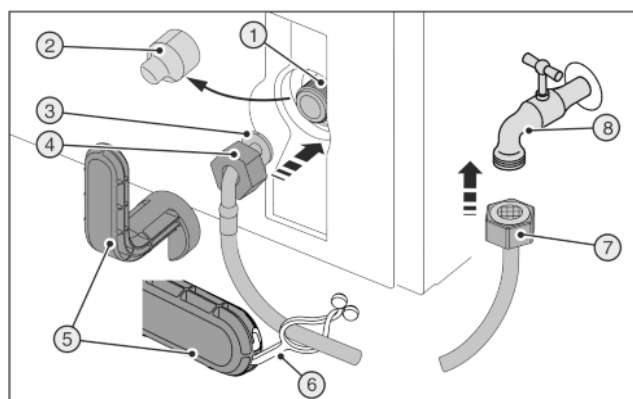
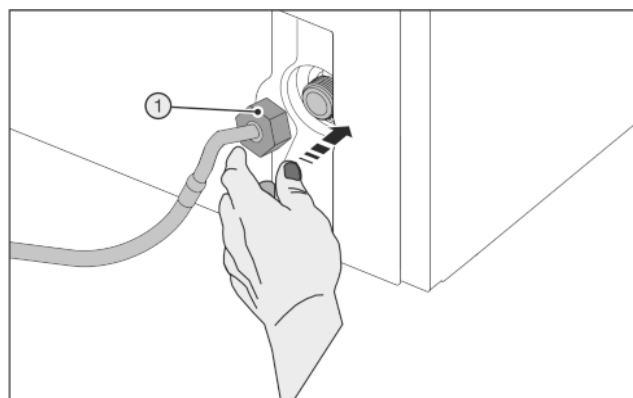

Fig. 28
Fig. 29
Zlomený pomocný nástroj Fig. 28 (5)!
- ▶ Používejte pomocné nástroje Fig. 28 (5) výhradně při pokojové teplotě.
- ▶ Stáhněte kryt Fig. 28 (2).
- ▶ Usnadněná montáž: Rovný konec hadice Fig. 28 (7) položte doleva na podlahu.
- ▶ Matici Fig. 28 (4) posuňte přes zahnutý konec hadice Fig. 28 (3) až na konec a držte.
► Nasadte opatrně matici *Fig. 29 (1)* a dvěma prsty ji rovně našroubujte na závit, až je dosaženo bezpečné usazení.
► Matici *Fig. 29 (1)* utahujte pomocným nástrojem *Fig. 28 (5)* ve směru hodinových ručiček, až je dosažen maximální uťahovací moment a pomocný nástroj *Fig. 28 (5)* se přetáčí.
► Našroubujte matici *Fig. 28 (7)* na uzavírací kohout *Fig. 28 (8)*.
► Matici *Fig. 28 (7)* utahujte pomocným nástrojem *Fig. 28 (5)* ve směru hodinových ručiček, až je dosažen maximální uťahovací moment a pomocný nástroj *Fig. 28 (5)* se přetáčí.
► Otevřete uzavírací kohout *Fig. 28 (8)* na přívodu vody a prověřte těsnost celého vodního systému.
► Zahákněte styčnick *Fig. 28 (6)* do pomocného nástroje *Fig. 28 (5)* a upevněte k uschování na nerezové hadici.